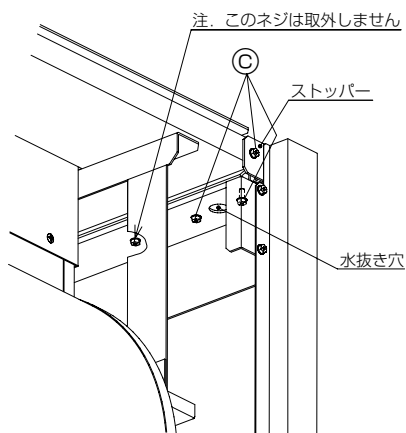

図3
- ②天板左右のストッパーの固定ネジ⑨各3本を外し、上方に取外してください。(図3)